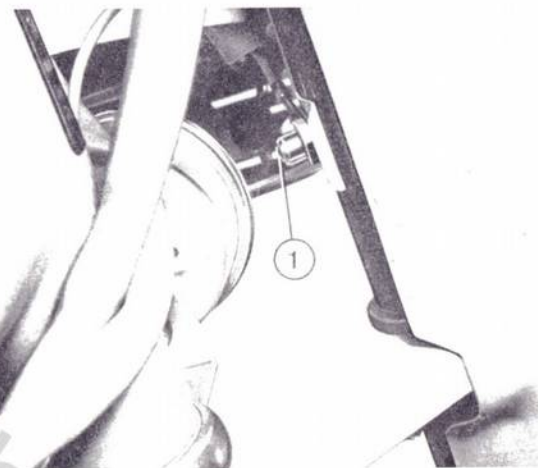

Fig. 9
Sur les MOBYLETTES munies d'une fourche télescopique, graisser légèrement celle-ci avec une pompe à pression, par l'intermédiaire des graisseurs (1) qui se trouvent à l'arrière de chaque montant avec de la graisse **BP ENERGREASE C 3 G** (Fig. 9).